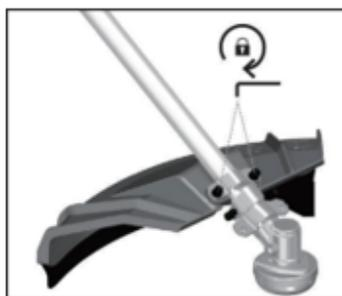

Fig.3-2
2. Montez et serrez les vis. (Fig. 3-2)